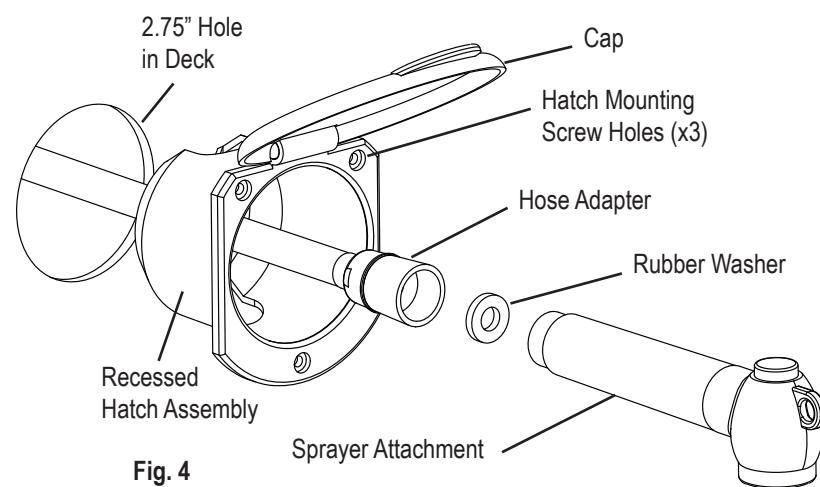

Fig. 4
4. HATCH INSTALLATION (Fig. 4)